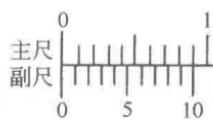

图 2-15 0.1mm 游标
① 精度为 0.1mm 的游标卡尺。主尺每小格 1mm，每大格 10mm。主尺上的 9mm 刚好与副尺上的 10 个格相等，如图 2-15 所示。